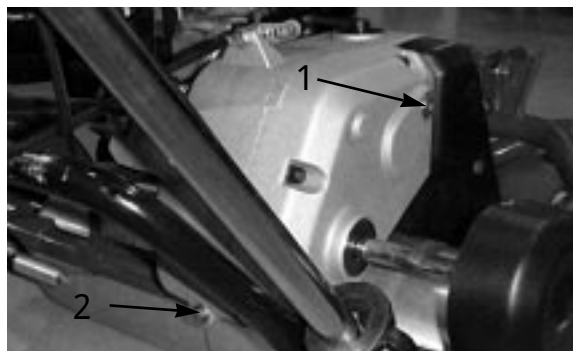

図 10
2. トランスミッション右側にある点検・補給プラグ（図 10）を抜き取る。給油口までオイルがあればよい。不足であればオイルを補給する。